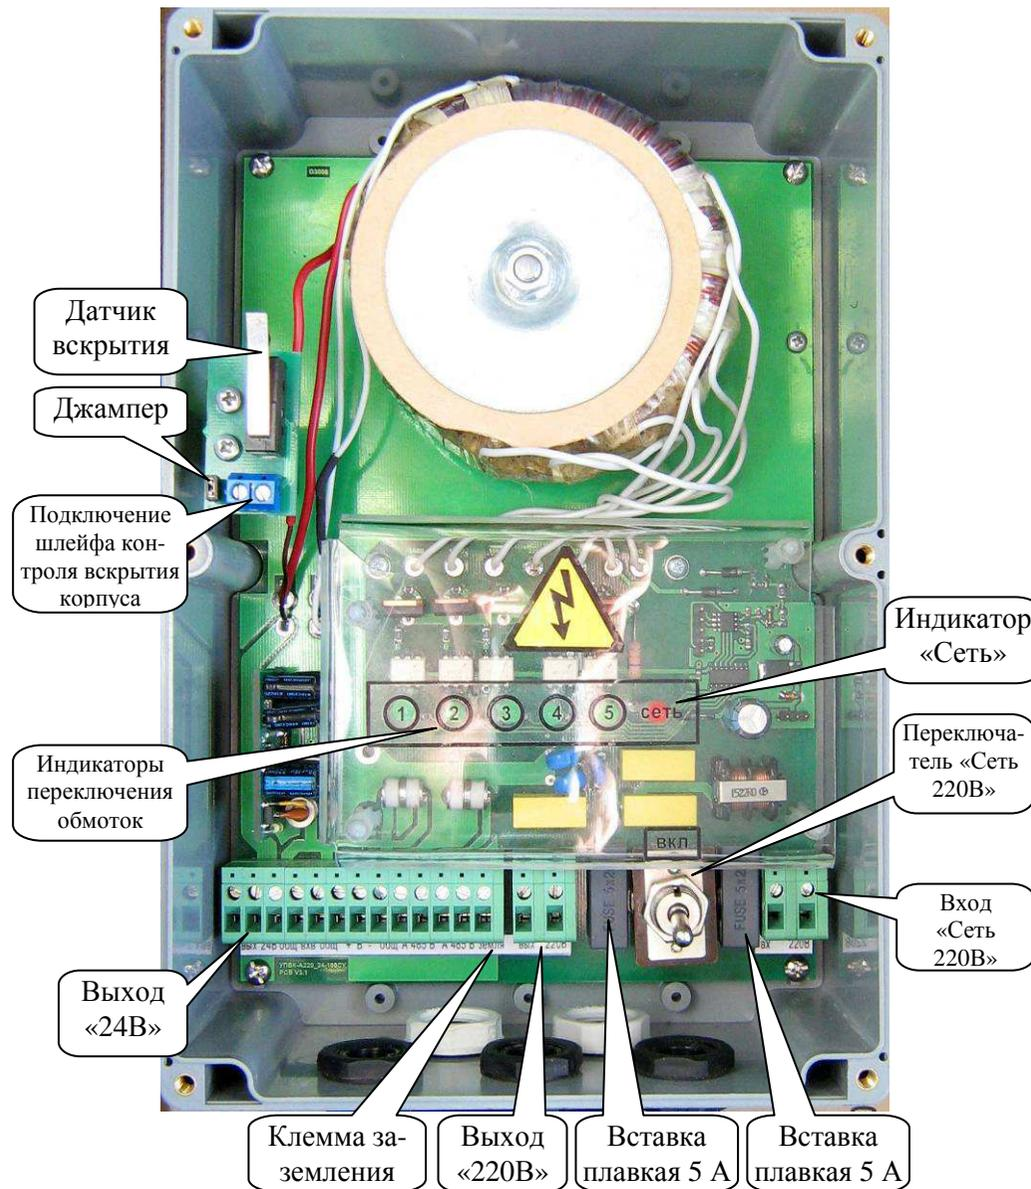

Рисунок 4.3. УПКВ со снятой крышкой
Установить переключатель «Сеть 220В» (рис.4.3) в отключенное состояние. Подключение проводов к сети 220 В производить в последнюю очередь.
5. Подсоединить кабели питания от клемм «Вых 24В» или «Вых 220В» УПВК в зависимости от напряжения питания видеокамеры (рис.4.3) к соответствующим клеммам видеокамеры. Для выполнения подсоединений можно использовать любой кабель типа ПВС.
8. Подсоединить к клеммам «+В», «Общ» и «А 485 В», «Общ» (рис.4.3) кабель «витая пара» типа КВПЭфВП 4х2х0,52, подсоединив к клеммам «Общ» две пары проводов. Экран кабеля соедините с клеммой «земля» УПВК.
9. При необходимости контроля вскрытия корпуса УПВК подключить провода шлейфа сигнализации к клеммам датчика вскрытия (рис.4.3). В плате датчика вскрытия встроен оконечный резистор сопротивлением 6,8 кОм, который при поставке замкнут джампером. Для обеспечения контроля его необходимо снять. Если шлейф сигнализации используется при последовательном включении в него нескольких датчиков, то джампер устанавливается на всех, кроме одного.
4. Соединить клемму заземления УПКВ (рис.4.3) с шиной заземления медным проводом сечением не менее 2,5 мм2.